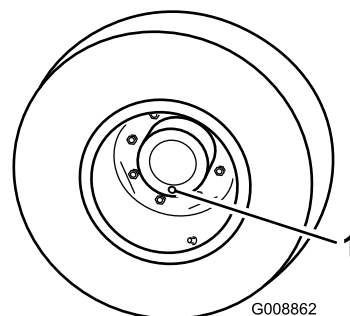

Figura 66
1. Coloque a máquina numa superfície nivelada, posicione uma roda de forma a que um dos tampões de verificação se encontre na sua posição mais baixa (6 horas) (Figura 66).